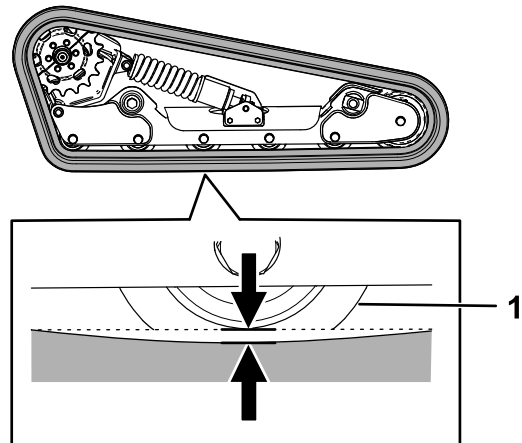

Bild 24
Eine Seite der Maschine anheben/abstützen und mit dem Gewicht der Kette prüfen, ob der Abstand zwischen der Unterseite der Lippe des Straßenrads und der Kette 13 mm beträgt, wie in Bild 24 dargestellt. Stellen Sie sonst die Kettenspannung mit den folgenden Schritten ein.
5. Drehen Sie die Spannschraube mit einer 1/2" Antriebsknarre, bis der Kettenspalt 13 mm beträgt, wie in Bild 24 dargestellt.
9. Kontrollieren Sie, dass die Auslenkung der Kette 13 mm beträgt, wie in Bild 24 dargestellt. Stellen Sie sie bei Bedarf ein.
7. Drehen Sie die Spannschraube mit einer ½" Antriebsknarre gegen den Uhrzeigersinn, bis die Auslenkung der Kette 13 mm beträgt, wie in Bild 24 dargestellt.
12. Kontrollieren Sie, dass die Auslenkung der Kette 13 mm beträgt, wie in Bild 24 dargestellt.